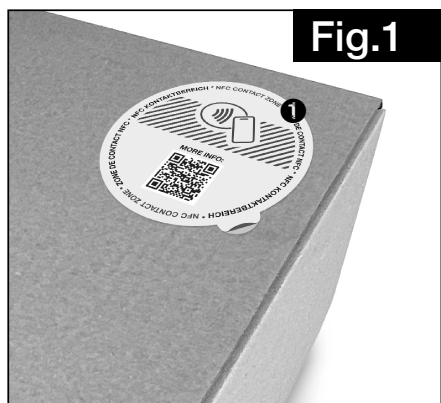

Fig.1
- Placer le smartphone sur l'emballage d'origine fermé (voir Fig.1, le point de contact ❶ est marqué).